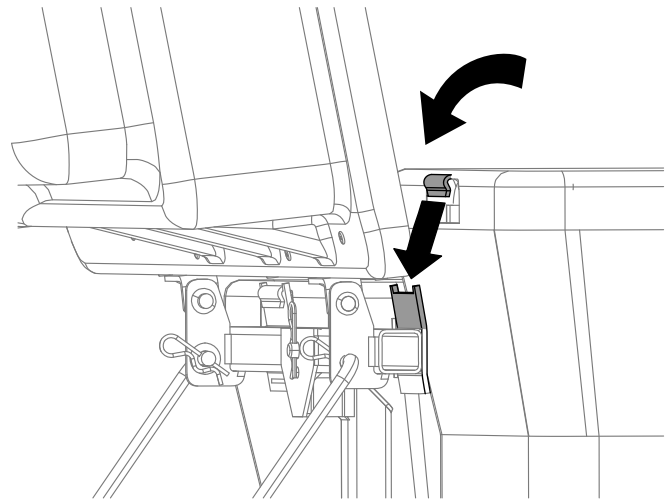

Bild 21
4. Heben Sie die Abdeckung des Heckfangsystems an und setzen Sie die in 9 Montieren des Grasfangkorbs (Seite 16) zusammengebauten Grasfangkörbe ein. Schieben Sie die Korbhaken auf die Befestigungshalterungen (Bild 21).